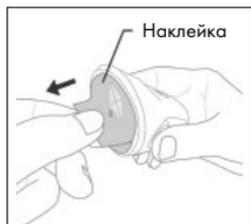

Рисунок 10.
- Відкрийте стерильну упаковку, вийміть датчик, зніміть наклейку (Рисунок 10)